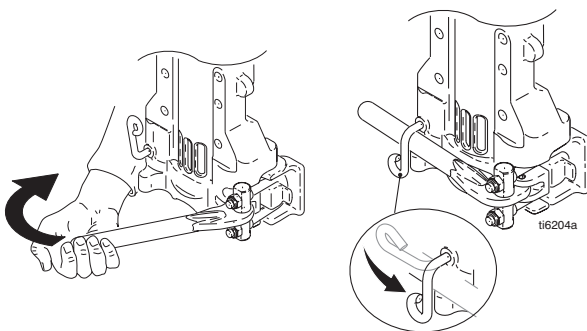

FIG. 27
6. FIG. 27. Apriete el pestillo y gire el bloqueo del pestillo hasta la posición de cierre.